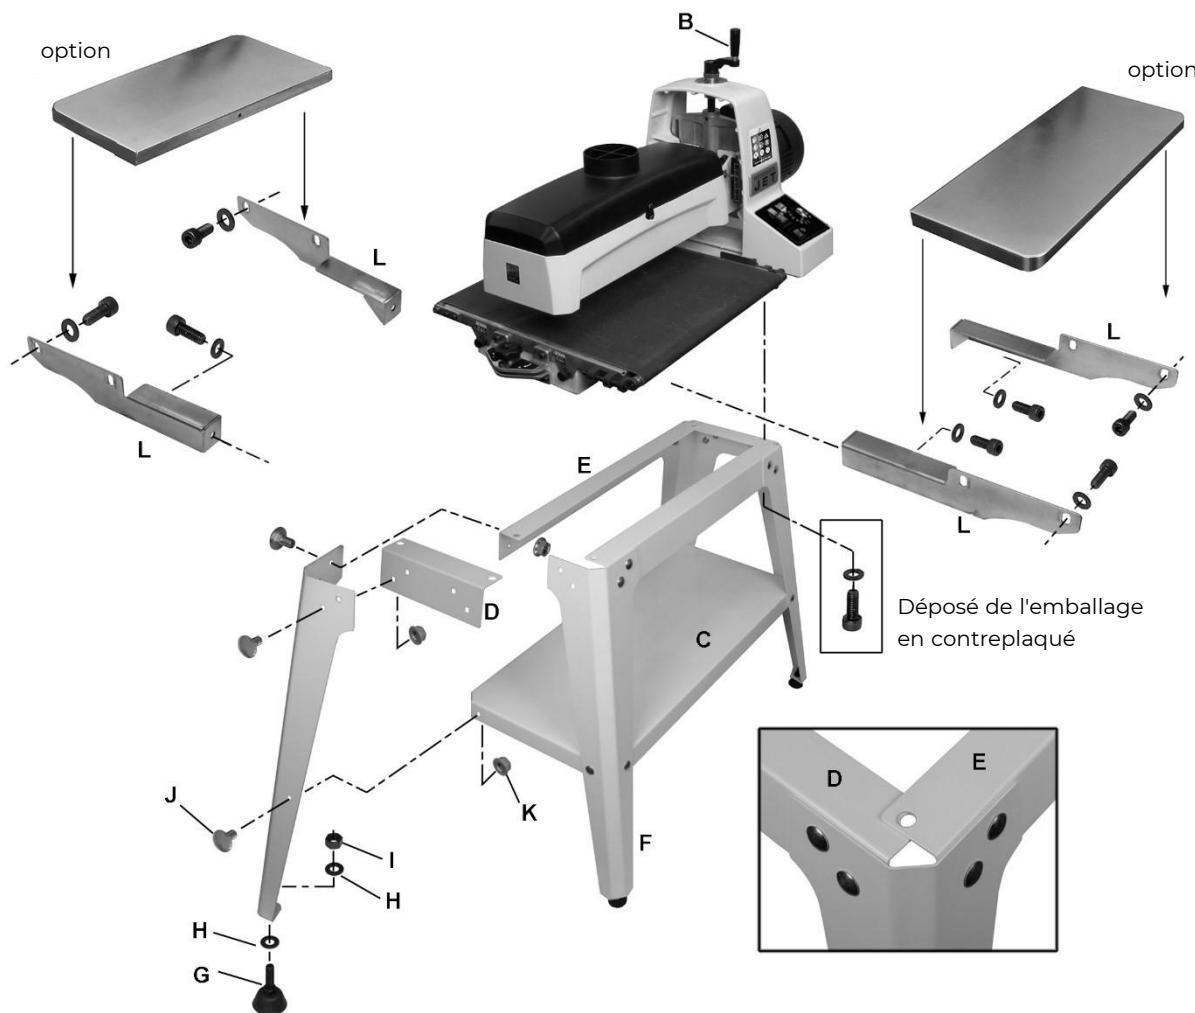

Figure 6-3: Montage
(Voir la figure 6-3. Si vous avez besoin de davantage d'éclaircissements, consultez le schéma de pièces éclaté à la fin de ce manuel.)
1. Assemblez les pieds (F) à l'extérieur des équerres courtes (D) en utilisant les boulons à tête bombée et collet carré (J) et les écrous à embase (K). Serrez uniquement à la main.
2. Assemblez l'équerre longue (E) à l'intérieur des pieds et en haut des équerres courtes (D). Serrez uniquement à la main. REMARQUE : La collerette d'encastrement de l'équerre longue chevauche la collerette d'encastrement de l'équerre courte. Voir encadré, Figure 6-3.
3. Tournez à l'envers le support. Installez la tablette (C) entre les pieds avec les boulons à tête bombée et collet carré et les écrous.
5. Insérez le pied de réglage (G) dans le trou en bas du pied avec les rondelles plates et l'écrou hexagonal.
1. Installez les supports d'entrée et de sortie (L, Figure 6-3) sur les trous filetés dans la base de la ponceuse avec des rondelles plates et des vis à tête à six pans creux M8x16. Veillez à ce que les supports droit et gauche soient orientés comme montré. Les supports doivent s'appuyer sur la base.